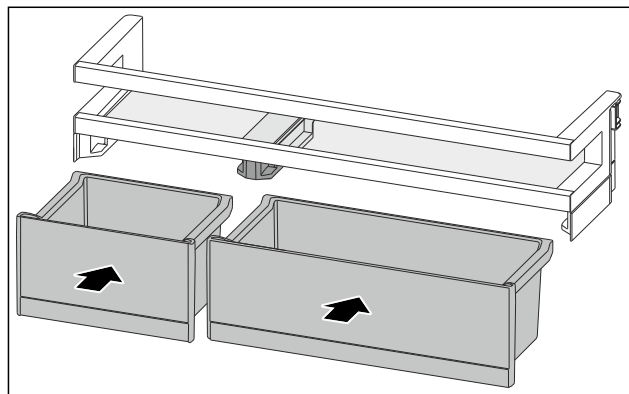

Fig. 86
- Installer les VarioBoxs dans l'agencement inverse. (voir Fig. 86)